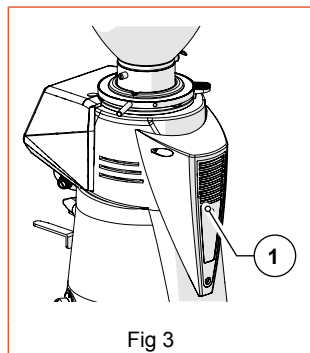

Fig 3
• Ventoinha de resfriamento (Fig 3)